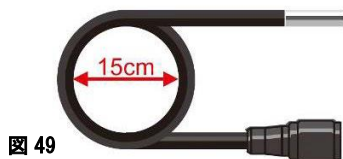

図 49
- ・ケースに収納する時など、プローブケーブルを巻くときは内径を 15cm 以上にしてください。また保管する時は、先端を真っ直ぐの状態での保管すること。(図 49)